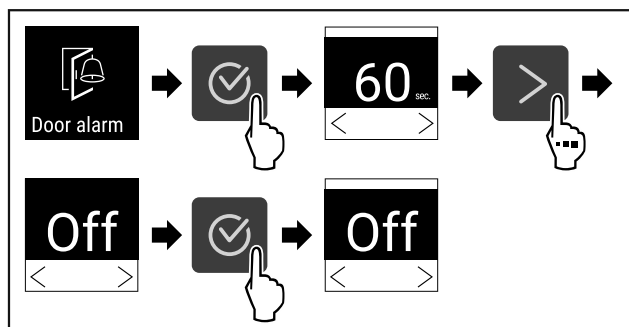

Fig. 111
- ▶ Eseguire i passi (vedere Fig. 111).